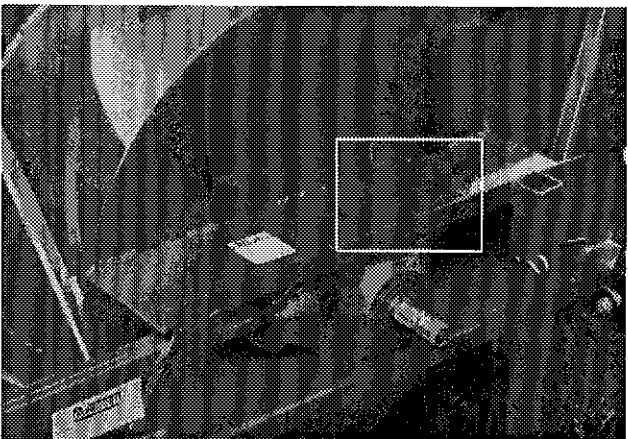

Figure 33
- 8) Vérifiez l'ajustement du rotor. Le bout des palettes doit passer à environ 1/8" @ 3/16" du tour du tambour, du côté de la décharge de la neige. Au besoin, ajuster cette distance à l'aide du tendeur (Fig. 33).